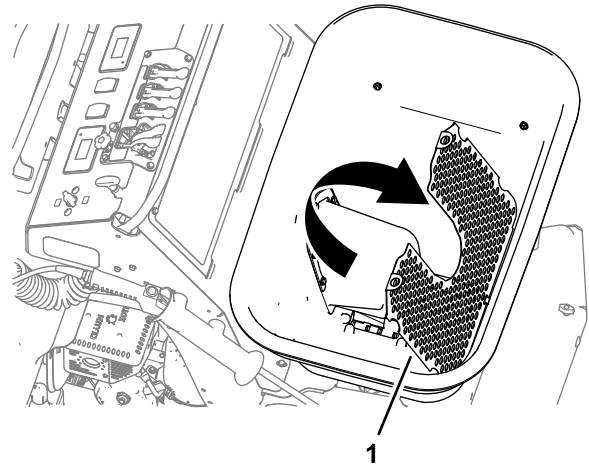

Figura 58
5. Inclíne hacia adelante la rejilla de la parte inferior de la tolva para limpiar los componentes del fondo de la tolva (Figura 58).